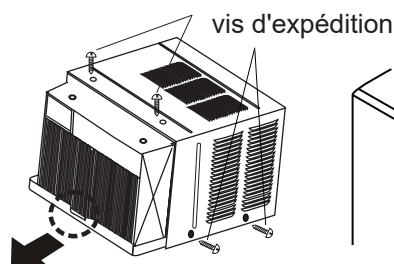

Figure 5
- Retirez les vis d'expédition sur le dessus de l'unité et également sur le côté près de la base si elle est installée (voir Figure 5).